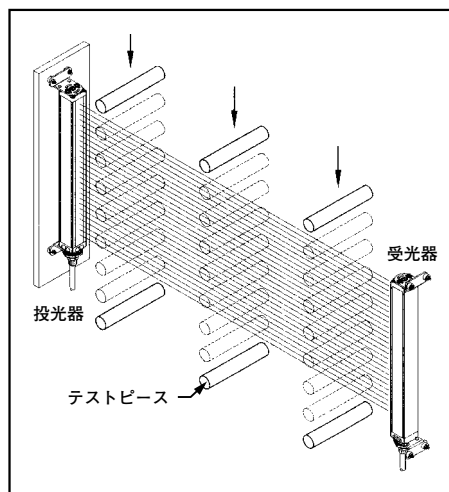

Fig.31 テストピースの使用
b) 機械を停止状態にして、検出エリア内の投光器前面、受光器前面、および投受光器の中央部の3点で、適切なテストピースを検出エリアと垂直にして上から下へゆっくり動かします(Fig.31参照)。どの場合も、テストピースが検出エリア内にあるとき、赤色のLEDが点灯を保持します。テストピースを検出エリア外にしたとき、再度緑色のステータス表示LEDが点灯します。テストピースが検出エリアにあるときに緑色のLEDが点灯する場合は、検出エリアの側に光沢面がないか、およびフィクスト・ブランキングの使用によってガードされていないエリアがないかを確認してください(P.45「警告」参照)。**原因が分かり、対策が終わるまで次のステップへは進まないでください**(P.18「3.2.2 ハードガード」とP.20「3.2.4 光沢面が側にある場合」参照)。
- b) 機械を停止状態にして、検出エリア内の投光器前面、受光器前面、および投光器の中央部の3点で、適切なテストピースを検出エリアと垂直にして上から下へゆっくり動かします（P.43のFig.31参照）。どの場合も、テストピースが検出エリア内にあるとき、赤色のLEDが点灯を保持します。テストピースを検出エリア外にしたとき、再度緑色のステータス表示LEDが点灯します。テストピースが検出エリアにあるときに緑色のLEDが点灯する場合は、検出エリアの側に光沢面がないかを確認してください（P.45「警告」参照）。**原因が分かり、対策が終わるまで次のステップへは進まないでください**（P.18「3.2.2 ハードガード」とP.20「3.2.4 光沢面が側にある場合」参照）。